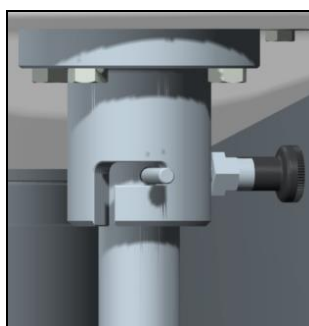

Abb. 5.5
2. Den Zapfen des Schabers einführen und bis zum Ende der Öffnung einschieben (Abb. 5.5).